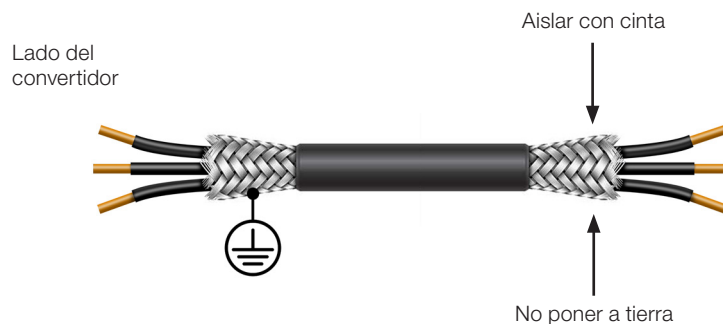
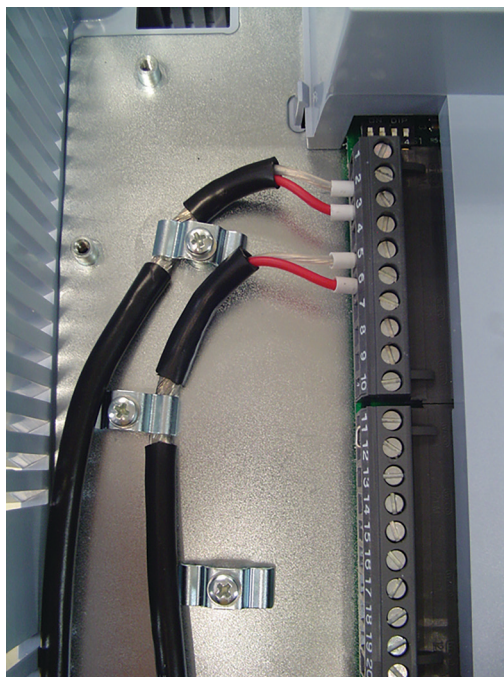

Figura 3.27: Conexión del blindaje
Figura 3.28: Ejemplo de conexión del blindaje de los cables de control y sincronismo
4. La correcta conexión del blindaje de los cables es presentada en la Figura 3.27 de la página 3-35. Verifique el ejemplo de conexión del blindaje al tierra en la Figura 3.28 de la página 3-35.